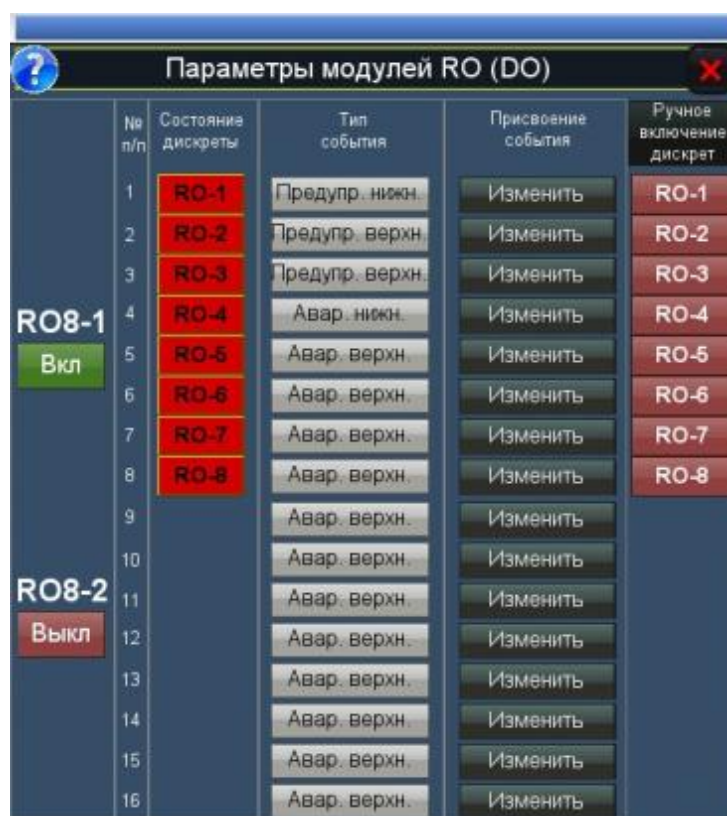

Рисунок 57 – Окно «Параметры модулей RO(DO)» ручное управление
Для диагностики каналов модулей RO (DO) необходимо нажать на кнопку «Автоматич. включение дискрет», при этом появится столбец с кнопками каналов модулей и в нижнем правом углу экрана «Настройки» (рисунок 57) появится мигающая надпись «Включено ручное управление выходными дискретами!». При нажатии на канал, его цвет меняется на зелёный и на его выходе появляется дискрет.